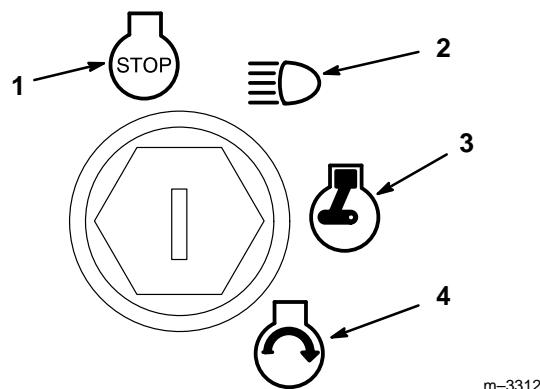

Abbildung 15
5. Den Zündschlüssel im Uhrzeigersinn auf Position RUN (Fahrt) drehen (Abb. 15). Die Glühkerzen-Kontrolllampe leuchtet auf.
3. Den Zündschlüssel auf STOP drehen (Abb. 15).